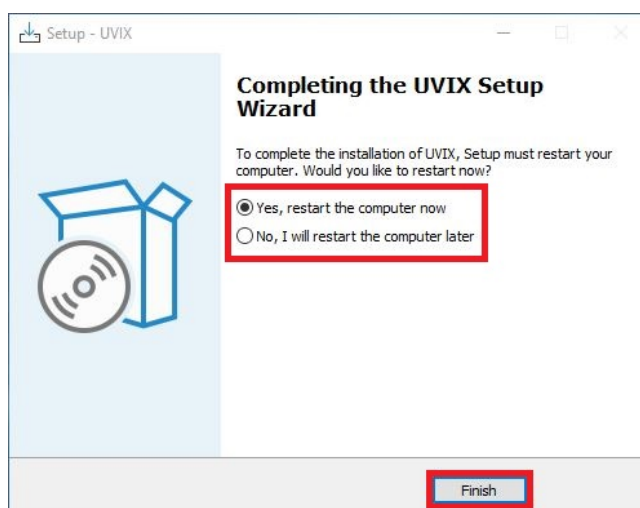

Figura 4.9: Opzioni di riavvio
9. Selezionare se si desidera riavviare immediatamente o in un secondo momento il PC e cliccare su "Finish", figura 4.9.